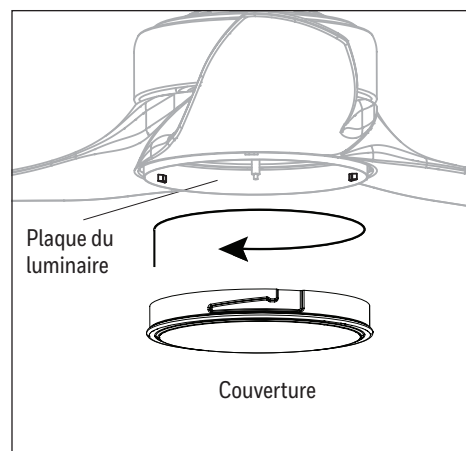

Figure 5.5
5. Fixez l'ouverture sur la plaque à lumière en tournant l'ouverture dans le sens des aiguilles d'une montre jusqu'à ce qu'il soit fermement fixé au plaque du luminaire. **MISE EN GARDE :** Évitez de déformer le filetage en installant l'ouverture. Si l'ouverture fait l'objet d'une installation inadéquate, il pourrait être difficile à retirer ou même tomber (Figure 5.5).